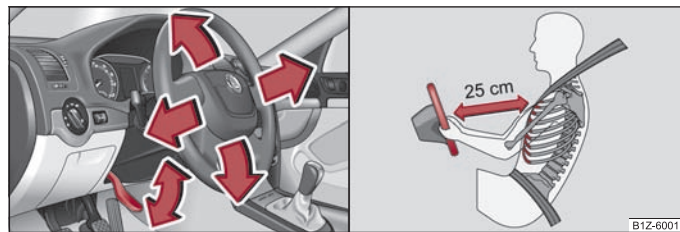

Fig. 3 Volan reglabil: Maneta de la coloana volanului / distanța corectă dintre șofer și volan
- Îndreptați maneta de sub volan, în jos ⇒ fig. 3 - stânga.
- Reglați astfel scaunul șoferului astfel încât distanța dintre volan și torace să fie de cel puțin 25 cm ⇒ fig. 3 - dreapta. Dacă nu se respectă această distanță, sistemul airbag nu își poate exercita eficiența maximă - Pericol!